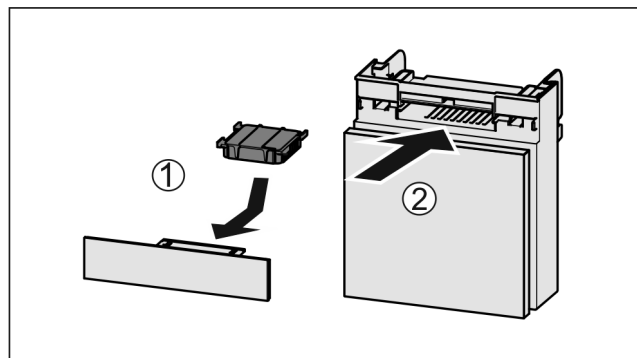

Fig. 143
- 按图装入 Fig. 143 (1) 活性炭过滤器。
- 推入 Fig. 143 (2) 抽屉。